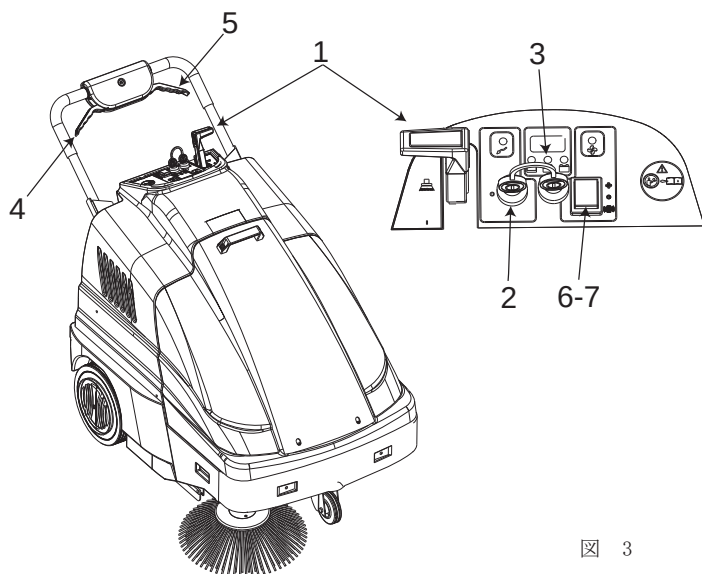

図 3
- ・ ブラシ上げレバー（図3、位置1）を「0」の位置に移動します。
- ・ 図3、位置1のサイドブラシが「0」の位置にあることを確認します。
- ・ キースイッチを図3、位置2で「I」の位置に回します。
- ・ キーを回した後、本機が作動するまで約10秒間待ってください。図 3、位置 3のインジケータを確認してください。これは作業を開始する前にバッテリーが完全に充電されていることを示します。こうなっていない場合、バッテリーを充電してください。
- ・ 図3、位置7にある位置のスイッチを「I」に動かして吸引モーターを作動させます。
移動中に機械を使用する場合は、図3、位置7のスイッチを動かして吸引モーターをオフにしてください。
- ・ 図3、位置4のドライブレバーを引いて、クリーニング操作を実行してください。必要に応じて、レバー位置、図3、位置1を「I」に移動して、サイドブラシをはめ込んで操作してください。サイドブラシレバーを使用した場合、作業が終了したら、それを「0」の位置に動かし、機械のスイッチを切り、コントロールパネルからキーを取り外します。
バッテリーの寿命は、定期的なメンテナンスと放電レベルにより異なります。バッテリーの充電が、図 3、位置 3 のライトが表示制限を下回らないようにしてください。一度最大放電限界に達すると、機械は停止し、再使用する前に充電しなければならなくなります。